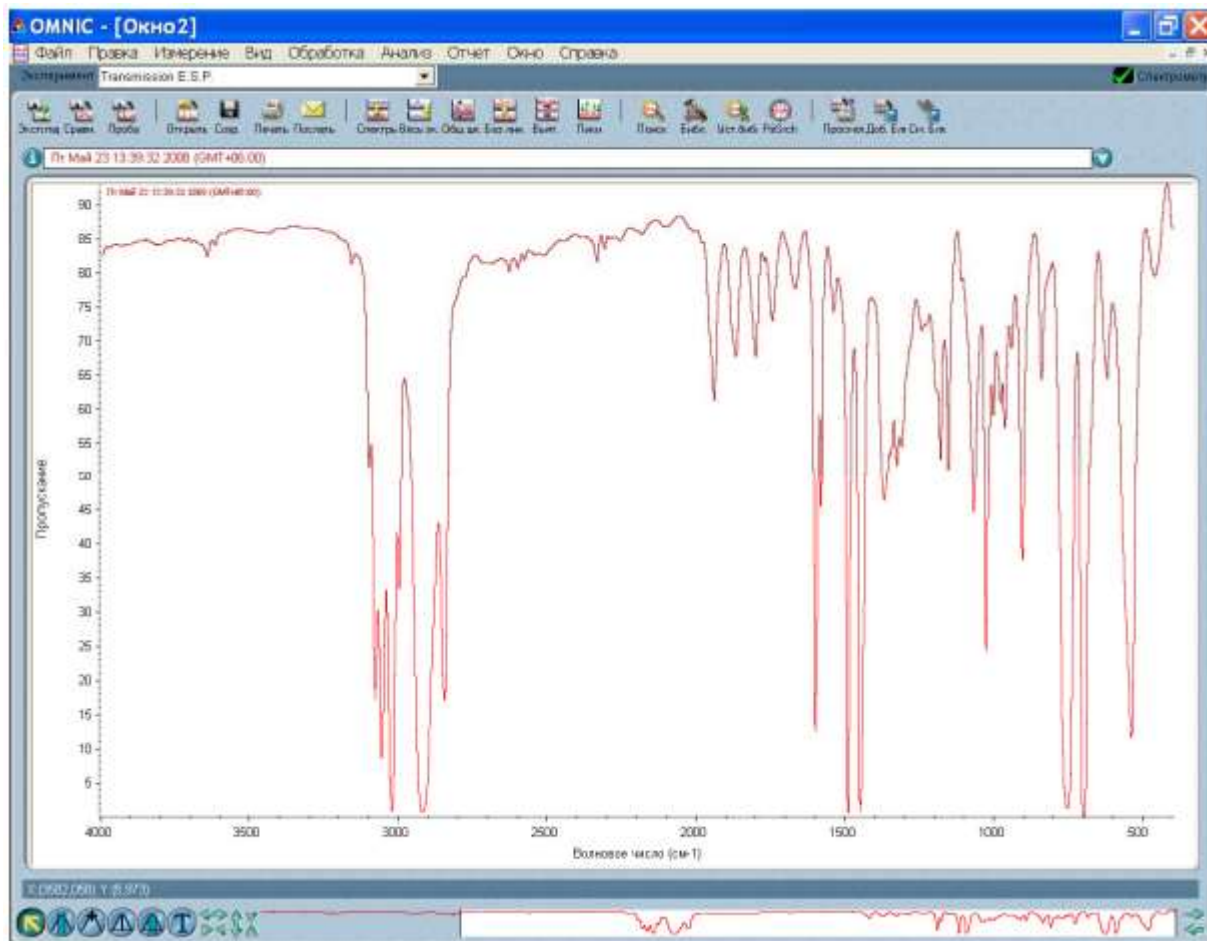

Рисунок 19. – Спектр пропускания
- На рис. 19 приведен спектр пропускания.